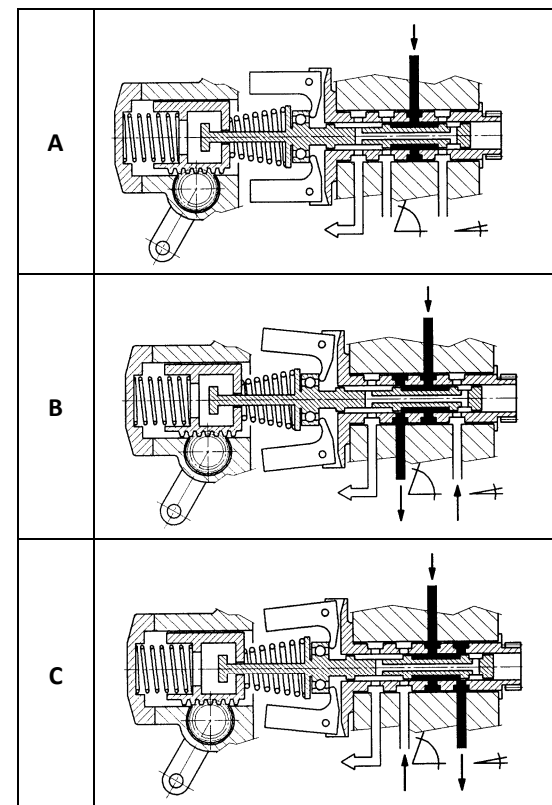

FIGURE 12-1
- (1) RPM control means keeping the propeller at a constant speed. The governor compares an actual RPM with the setting RPM and adjust the blades accordingly. The principle of RPM control is illustrated in figure 12-1.
- (2) Speed adjusting lever on the governor is connected through linkage with propeller condition lever in the aircraft cockpit. Position of adjusting lever determines loading of the speeder spring. This loading represents RPM requested.
- (3) The governor shaft, which is driven from engine gear box and which RPM are proportional to propeller RPM, is connected with flyweight head and both are rotating together. Centrifugal force of flyweights acts against speeder spring. This force represents real propeller RPM.
(4) Odstředivá síla od závaží působí na opěrku řídicího šoupátka. Opačným směrem působí na opěrku síla řídicí pružiny. Opěrka je spojena s řídicím šoupátkem, které řídí dodávku oleje do vrtule nebo z vrtule.
(5) Rozeznáváme tři základní stavy systému ovládání vrtule: rovnovážný stav, přetáčení a nedotáčení.